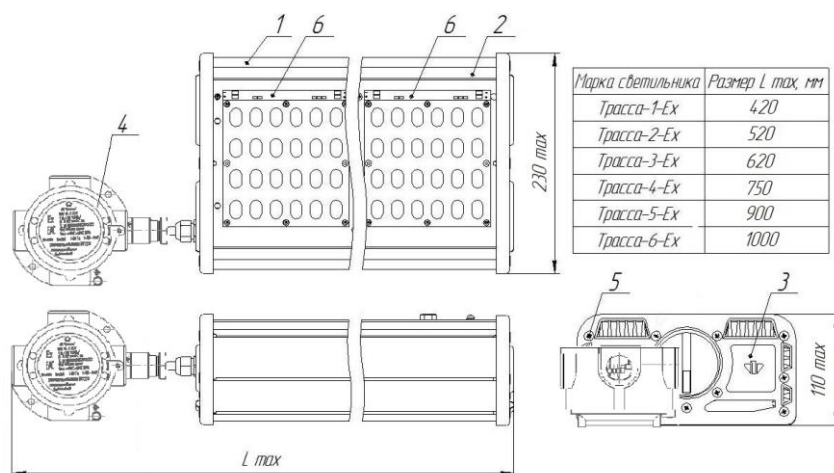

Рисунок 1
1.4.1 Светильники состоят (см. Рисунок 1) из корпуса, изготовленного из алюминиевого анодированного сплава, который является несущим элементом светильников (поз.1), прозрачного неокрашенного защитного стекла из ударопрочного оптического поликарбоната (поз.2), двух торцевых крышек (поз.3), коробки клеммной (поз.4), крепёжных винтов (поз.5), модулей светодиодных (поз. 6), источника питания установленного внутри корпуса.
2.2.4 Открутите крышку коробки клеммной (рисунок 1, поз.4).